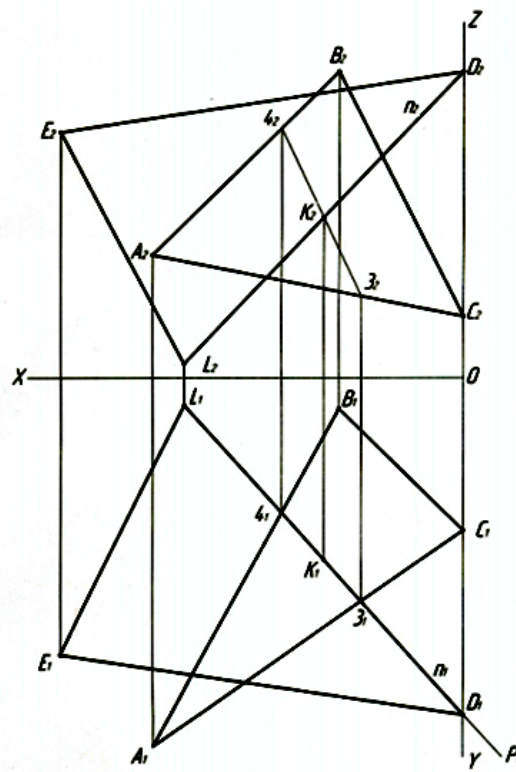

Рис. 3. Построение точки  $K$  — точки встречи перпендикуляра  $n$  с плоскостью  $R(ABC)$  и нахождение точки  $L$
3. Построить точку  $K$  — точку встречи перпендикуляра  $n$  с плоскостью  $R(ABC)$  [ $K=n \cap R(ABC)$ ]. Завершить построение треугольника  $DEL$ , построив точку  $L$ . Точка  $L$  принадлежит перпендикуляру  $n$  [ $L \in n$ ]. Точка  $D$  симметрична точке  $L$  относительно плоскости  $R(ABC)$  [ $DK \cong KL$ ] (рис. 3).
Получив точку  $K$ , мы можем построить точку  $L$ . Так как, точка  $D$  симметрична точке  $L$  относительно плоскости треугольника  $ABC$ , то откладываем  $KL=DK$ . Сначала строим горизонтальную проекцию  $L_1$ , а затем с помощью ЛПС находим фронтальную проекцию  $L_2$  или наоборот (рис. 3).